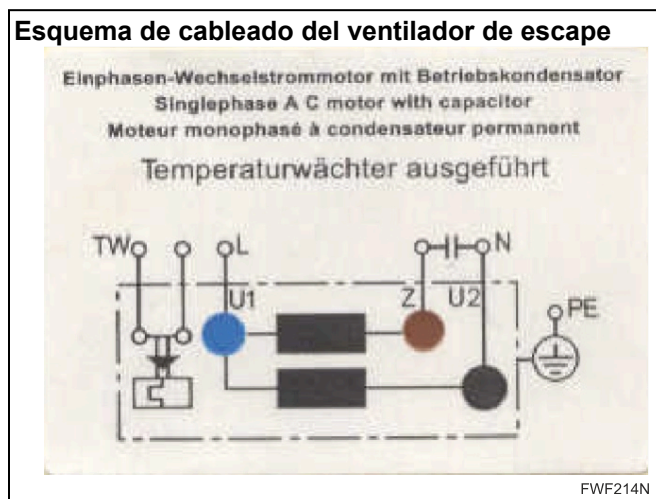

Figura 54
- El ventilador de escape principal es radial con paletas dobladas hacia atrás y con un motor de inducción integrado monofásico. La protección de temperatura está integrada en el bobinado del motor (consultar la *Figura 54*).